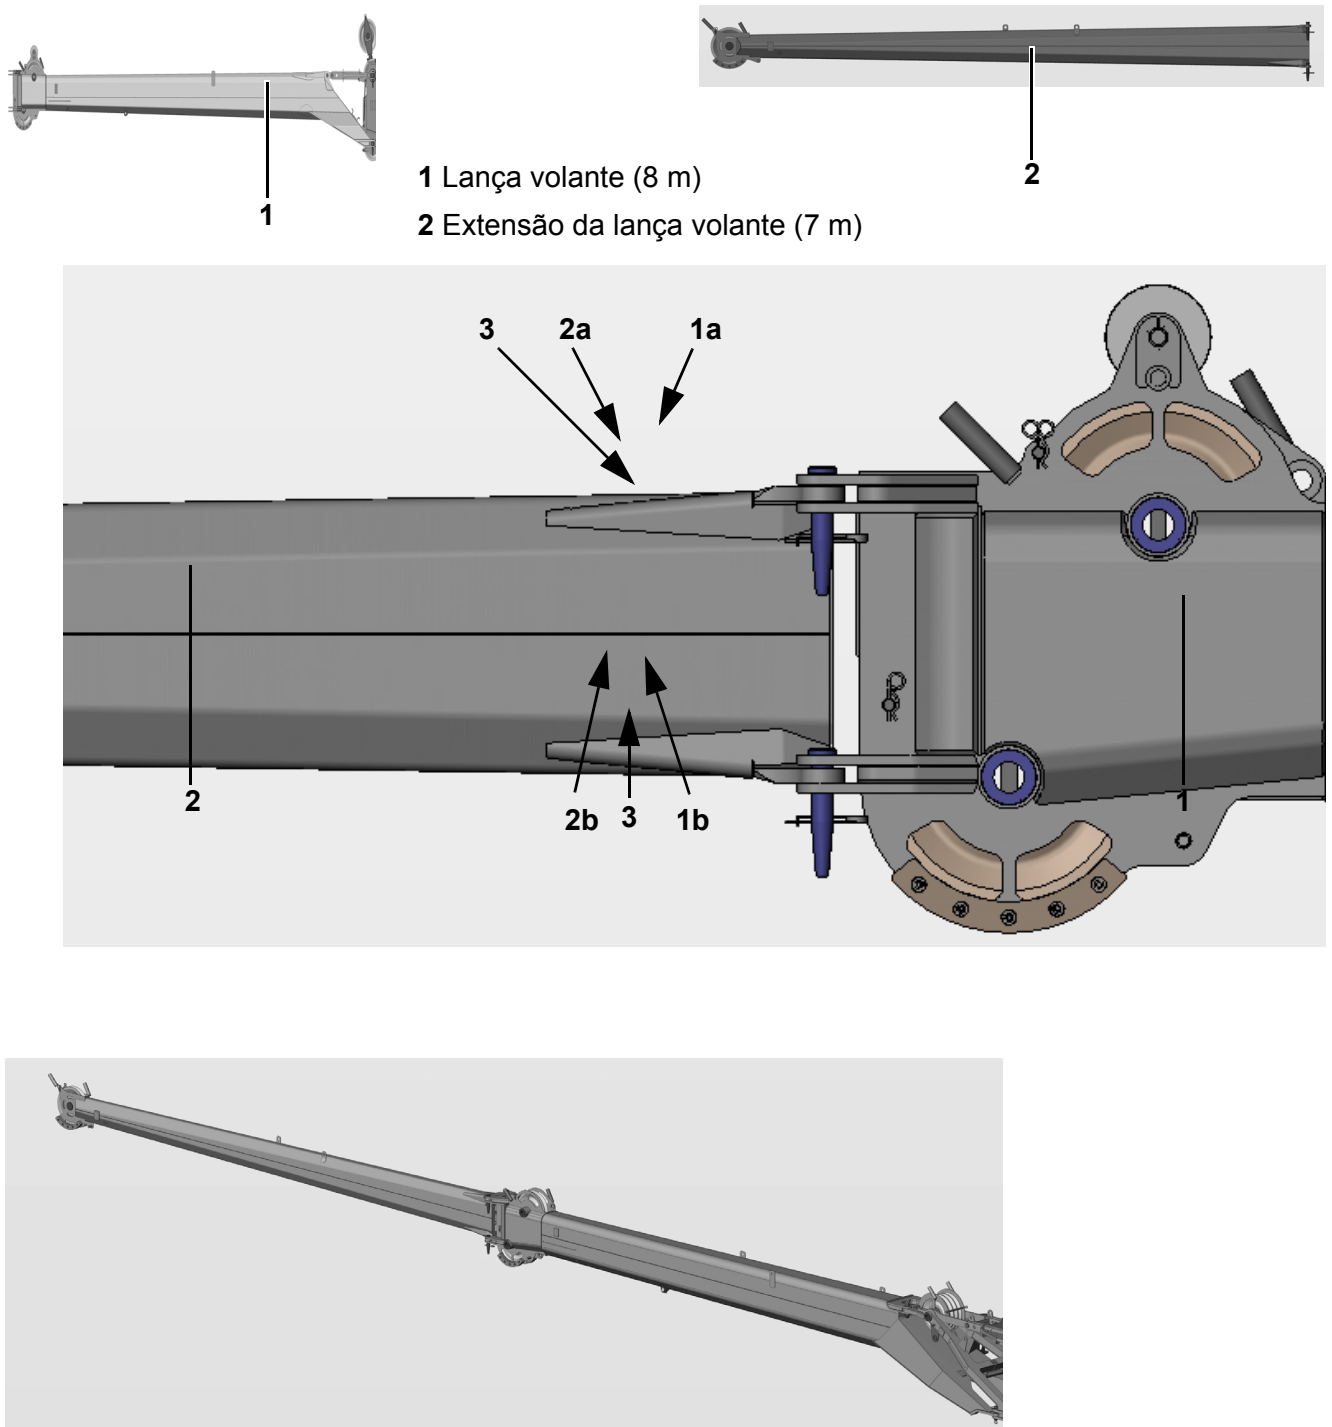

Fig. 193 Conexão entre a lança volante e a extensão da lança volante
| 3 | Retraia completamente a lança telescópica com lança volante (1) na Fig. 193 presa e abaixe-a a um ângulo da lança de 0°. |
| 6 | Utilizando um equipamento de suspensão de carga adequado (capacidade de sustentação de carga mínima de 2.000 kg), prenda a extensão da lança volante (2) na Fig. 193 em um guindaste auxiliar e mova-a para perto da lança volante (1) na Fig. 193. |
| 7 | Eleve/abaixe a extensão da lança volante utilizando o guindaste auxiliar até que os furos dos elementos do garfo (1a, 1b) na Fig. 193 na cabeça da lança volante das tiras (2a, 2b) na Fig. 193 na extensão da lança volante se alinhem e os parafusos possam ser inseridos. |
| 8 | Insira os parafusos (3) na Fig. 193 à direita e à esquerda, nas partes superior e inferior, e prenda-os com molas de retenção. |